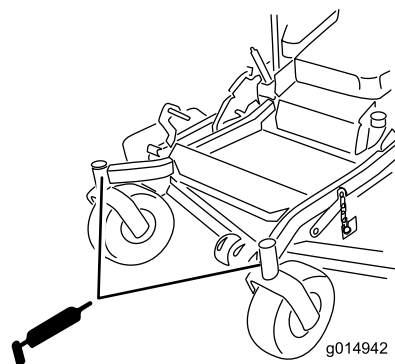

図 39
8. 穴からグリスニップルを取り外す。六角プラグとキャップを取り付ける 図39。